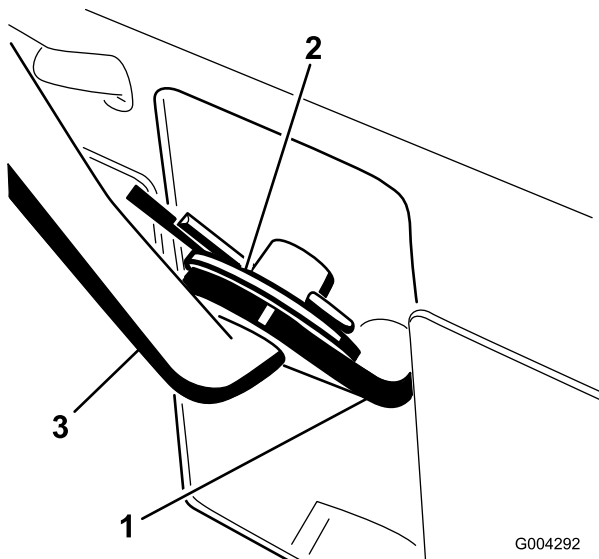

Bild 6
- Ziehen Sie den Schalthebelarm (Bild 6) ganz heraus.
3. Bauen Sie die Schalthebelstange im Schalthebelarm ein, bringen Sie eine Unterlegscheibe an der Stange an und befestigen Sie diese mit einem Splint (Bild 6).